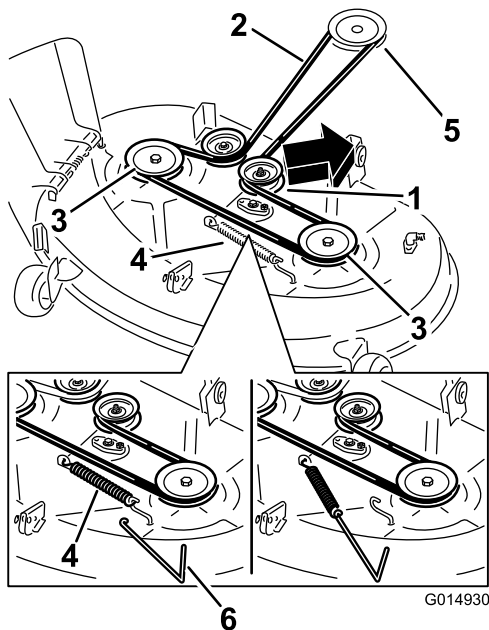
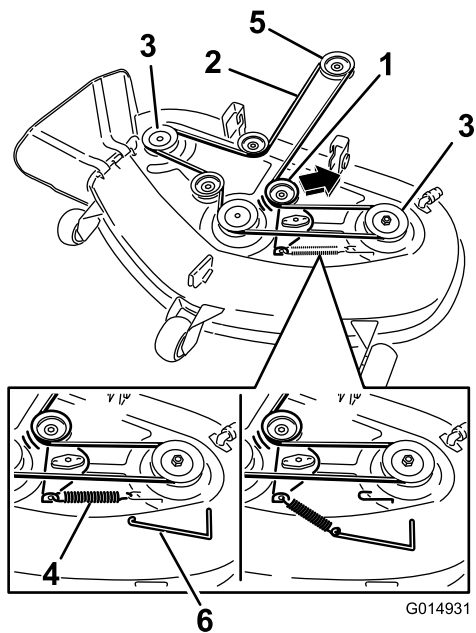

Bild 66
Bild 67
6. Entfernen Sie die Spannscheibenfeder mit einem Werkzeug zur Federentfernung (Toro Bestellnummer 92-5771) vom Mähwerkhaken, um die Spannung von der Spannscheibe zu nehmen, und rollen Sie den Riemen von den Spannscheiben (Bild 66 und Bild 67).
7. Verlegen Sie den neuen Riemen um die Motor- und Mähwerkriemenscheiben (**Bild 67**).
8. Setzen Sie die Spannscheibenfeder mit einem Werkzeug zur Federentfernung auf den Mähwerkhaken, um die Spannscheibe und den Mähwerkriemen zu spannen (**Bild 66** und **Bild 67**).